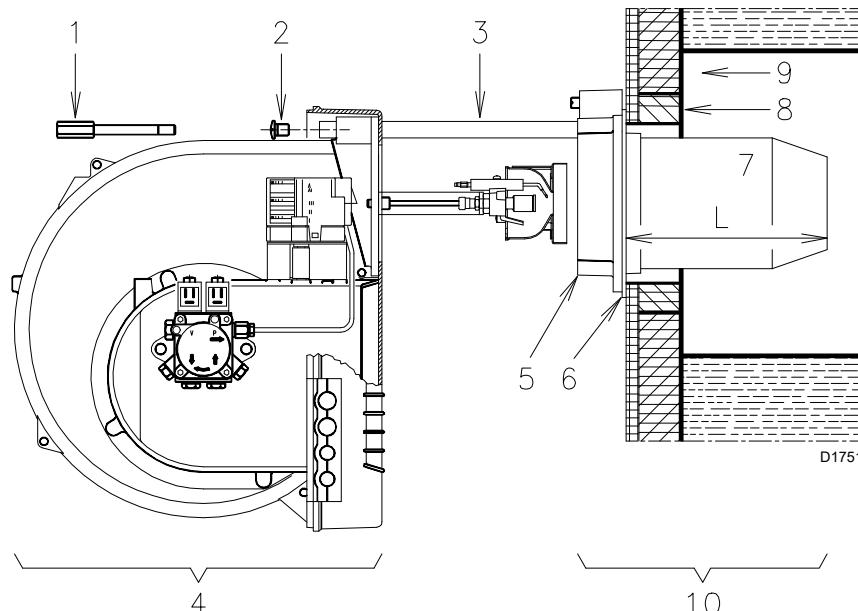

Fig. 11
- Qualora fosse necessario sostituire l'ugello con bruciatore già applicato alla caldaia, aprire il bruciatore sulle guide come in Fig. 11, pag. 13, dopo aver montato le prolunghe 16)(Fig. 6, pag. 10), e procedere come sopra descritto.